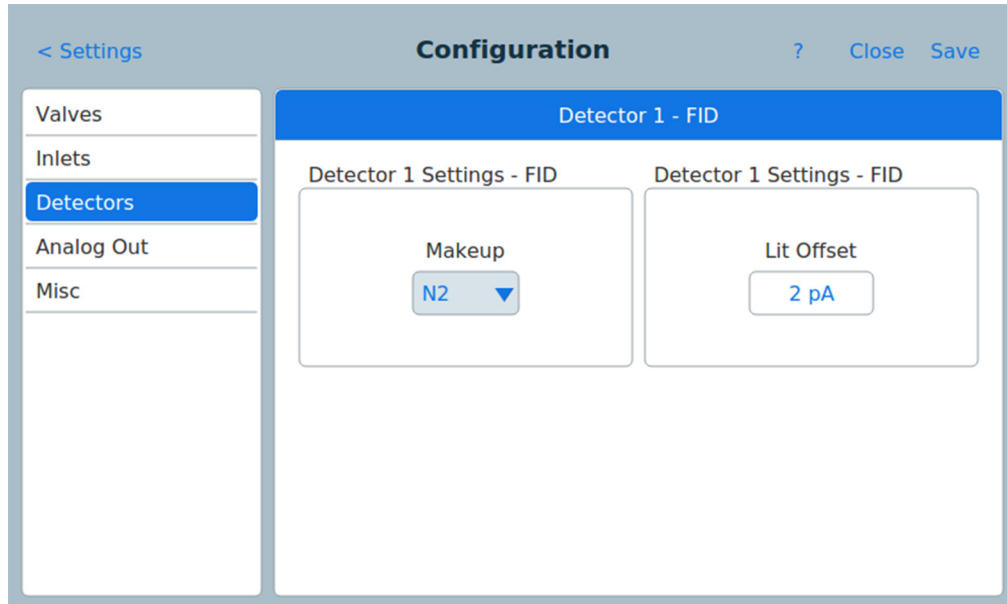

Figura 58 Página de detectores
- 3 Pulse el tipo de dispositivo **Detectors** en la lista de la izquierda de la pantalla. Las propiedades del tipo de dispositivo seleccionado aparecerán en el lado derecho de la pantalla. Consulte Figura 58.